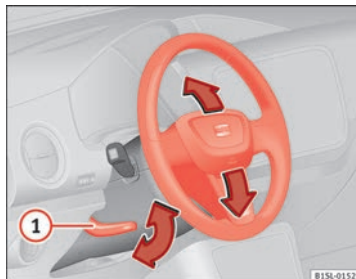

Fig. 33 Réglage mécanique du volant.
- Abaissez le levier ⇒ fig. 33 ①.
- Après avoir réglé la colonne de direction, poussez fermement le levier ⇒ fig. 33 ① vers le haut pour que le volant ne change pas de position accidentellement en cours de route.